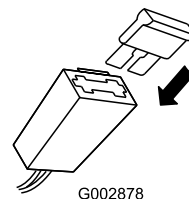

Bild 9
2. Setzen Sie die Sicherung in die Sicherungsfassung ein (Bild 9).